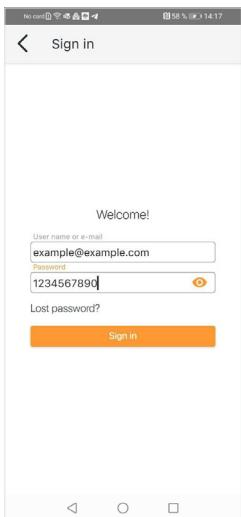

Abb. 4a / Fig. 4a / fig. 4a
1. Führen Sie die SST Cloud App aus und registrieren Sie sich. Drücken Sie dazu die Schaltfläche „Registrieren“ und geben Sie Ihre E-Mail-Adresse und Ihr Passwort ein (wenn Sie eine Einladung erhalten haben, müssen Sie die E-Mail-Adresse eingeben, an die diese gesendet wurde) (Abbildung 4a). Sie erhalten daraufhin eine E-Mail mit einem Bestätigungscode, um Ihre Registrierung abzuschließen.
1. Run the SST Cloud App and register. To do this, press the “Register” button, then enter your e-mail and password (if you received an invitation, you must enter the e-mail to which it was sent) (Figure 4a). You will be sent an email with a confirmation code to complete your registration.
1. Lancez l’application SST Cloud et enregistrez-vous. Pour ce faire, appuyez sur le bouton « Register », puis saisissez votre adresse électronique et votre mot de passe (si vous avez reçu une invitation, vous devez saisir l’adresse électronique à laquelle elle a été envoyée) (figure 4a). Vous recevrez un e-mail avec un code de confirmation pour terminer votre inscription.